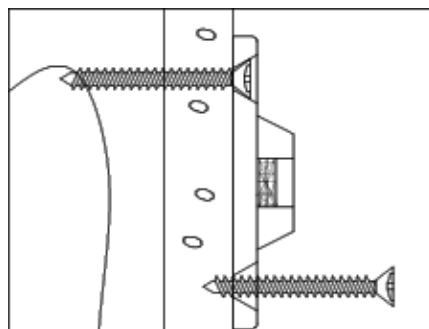
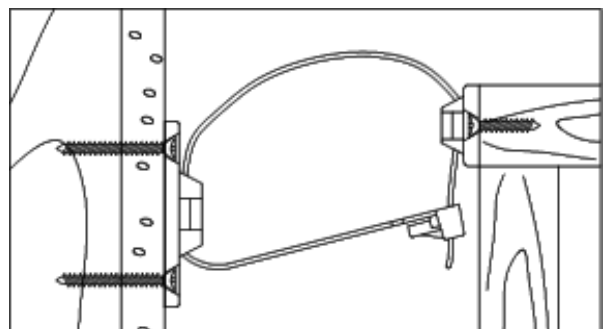

Figura 2
Figura 3
**3) MONTAJE DE LA ABRAZADERA EN LA PARED:** Coloque la abrazadera para la pared en la marca de la viga seleccionada de manera que quede cerca de la abrazadera del mueble cuando mueva este a su posición final. La abrazadera de la pared debe estar cerca de UNA pulgada por debajo de la abrazadera del mueble (vea la figura 3). Utilice los DOS tornillos Largos para asegurar la abrazadera a la pared. Recuerde colocar la abrazadera de la pared en posición vertical para que los dos tornillos queden sobre la viga seleccionada (vea la figura 2).